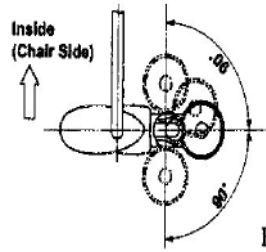

Fig.3-21 Cuspidor Bowl Rotation
(6) La cuvette crachoir (optionnel) (Fig.3-2 é Fig.3-21)